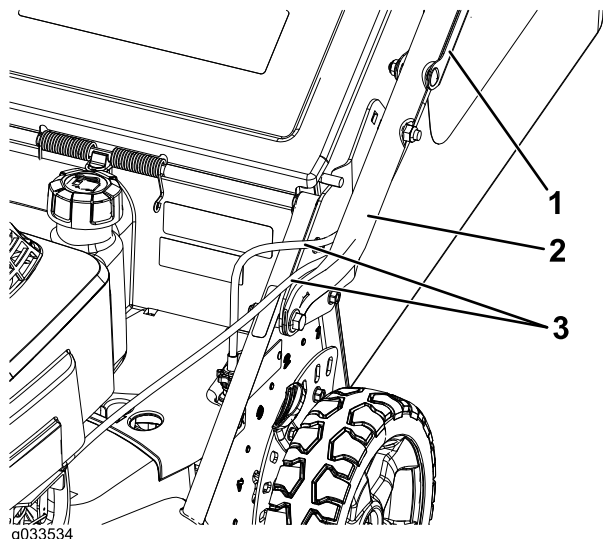

Рисунок 4
4. Проложите тросы управления между декой и рукояткой, чтобы защитить тросы от повреждения (Рисунок 4).